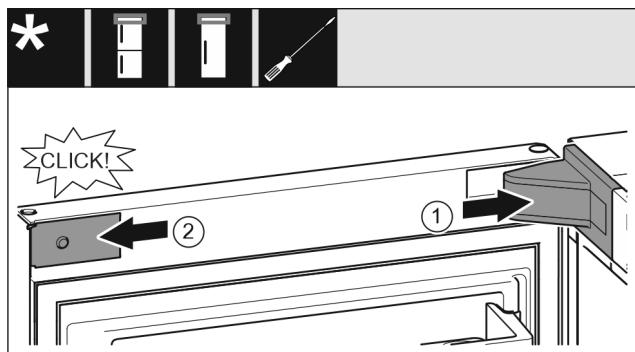

Fig. 24
- Поставете и фиксирайте капака на лагерната стойка Fig. 24 (1), при нужда внимателно го натиснете настрани.
- Поставете странично капачката Fig. 24 (2) и я фиксирайте.